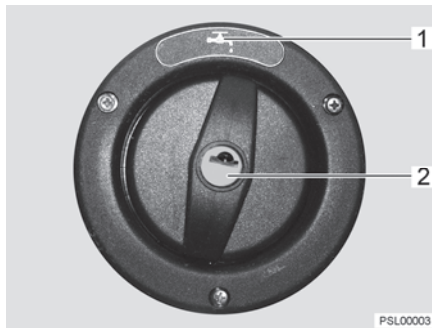

Fig. 138 Tapa de cierre para el tubo de llenado de agua potable
El tubo de llenado de agua potable está identificado con el símbolo "🔑" (Fig. 138,1). La tapa de cierre se abre o cierra con la llave para las cerraduras de trampilla exteriores.
- Introducir la llave en el cilindro de cierre (Fig. 138,2) y girarla un cuarto de vuelta en sentido contrario a las agujas del reloj.
- Abrir el tubo de llenado de agua potable (Fig. 138).